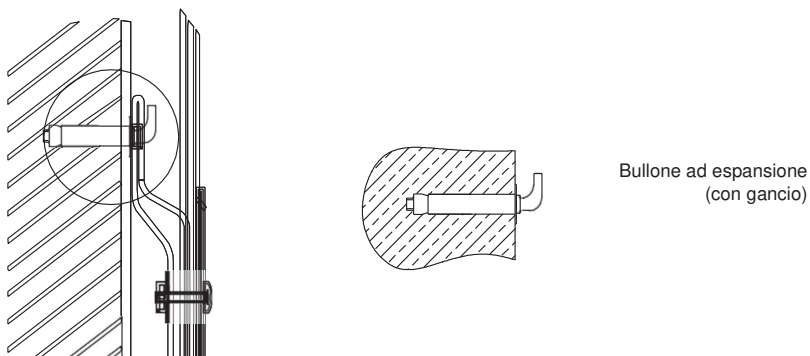

Fig.3
- ① Questo scaldacqua elettrico dovrà essere installato su di una parete solida. Se la parete non è sufficientemente robusta da sopportare un carico pari a due volte il peso totale dello scaldacqua completamente riempito d'acqua, sarà necessario installare un supporto speciale.
- ② Dopo aver scelto una posizione idonea, determinare le posizioni dei due fori di installazione utilizzati per i bulloni ad espansione con gancio. Realizzare nella parete due fori di profondità corrispondente utilizzando un utensile tassello della stessa dimensione dei bulloni ad espansione fissati alla macchina, inserire le viti, fare in modo che il gancio punti verso l'alto, serrare saldamente i dadi e, quindi, appendere lo scaldacqua elettrico (vedere Fig.3).